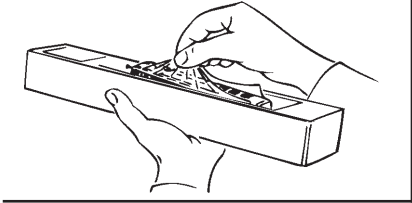

Fig. 2
**Fittings:** Operation is possible with different couplings (fig. 2). We recommend using the Roco close coupling.
**Attention!** Use glue only if indicated (fig. 2+3).
**Les attelages:** En vue d'une exploitation pratique sur votre réseau vous pouvez choisir parmi plusieurs types d'attelages conformes aux différents systèmes d'attelage pratiqués en H0 (voir fig. 2). Nous vous recommandons l'emploi de **l'attelage court Roco**.
Le sachet joint comprend entre autres des petites pièces de finition conformes à la réalité et **à rapporter avec précaution** par le modéliste (fig. 2+3), si désiré. **Attention:** N'utilisez de la colle qu'aux endroits expressément indiqués aux dessins!